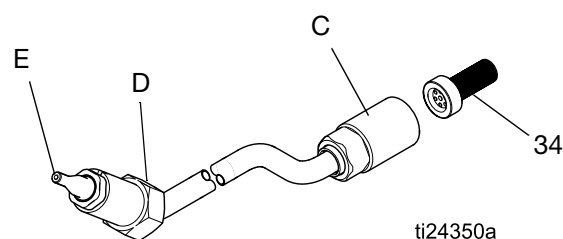

FIG. 25. Remplacement du tuyau pour fluide
2. Retirez l'ensemble chapeau d'air, page 31. Retirez la protection (26).
3. Démontez l'écrou inférieur du tuyau pour fluide (C). Voir FIGURE 25. Utilisez deux clés pour retirer le raccord du tuyau pour fluide (C).
4. Dévissez soigneusement l'écrou supérieur du tuyau pour fluide (D).